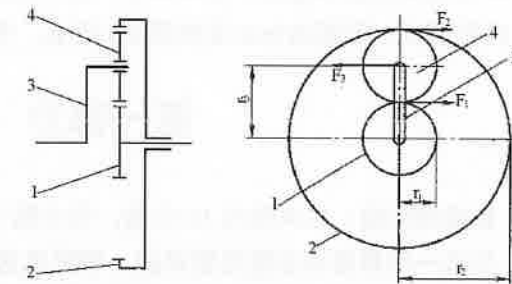

图 6 单排行星齿轮机构及作用力示意图
(4) 图中影响点火系点火提前角大小的核心元件名称是\_\_\_\_\_。
32. 根据图 6—自动变速器单排行星齿轮机构及作用力示意图，完成下述问题：